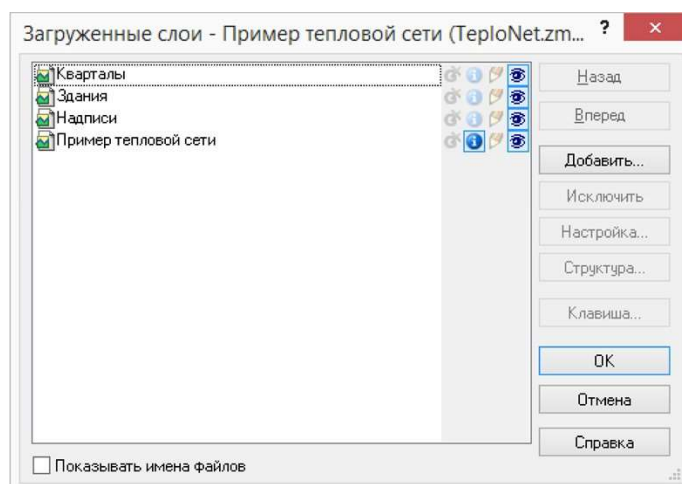

Рисунок 6 Диалог выбора слоя
2. Нажмите кнопку Слой... и в появившемся диалоговом окне (Рисунок 6. «Диалог выбора слоя») с помощью левой кнопки мыши выберите слой тепловой сети.